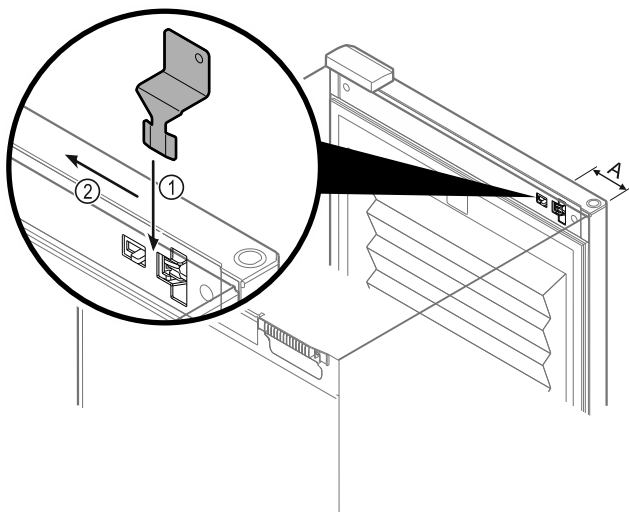

Fig. 133
- Positioneeri avariilahtilukustusvõti etteantud kohta Fig. 133 (A) \approx 100mm.
- Pistke avariilahtilukustusvõti ukse ja seadmekorpuse vahel lõpuni sisse Fig. 133 (1).
- Tõmmake avariilahtilukustusvõtit šarniirikülje suunas Fig. 133 (2).